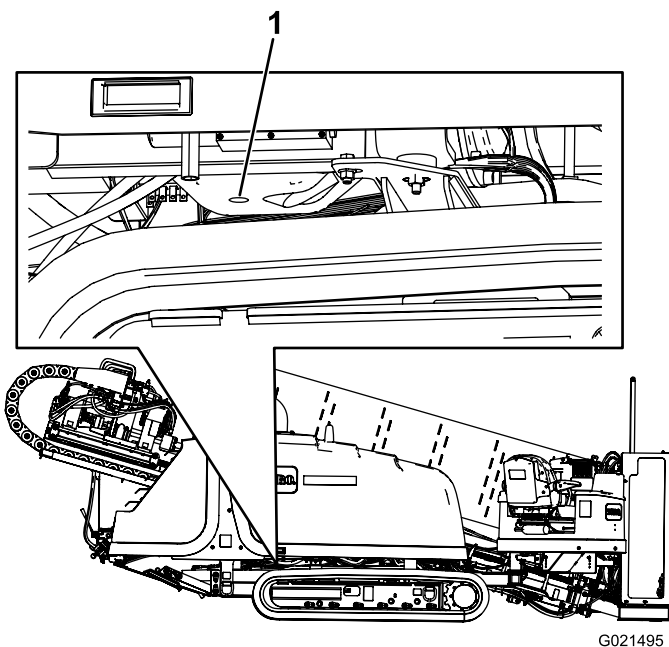

Figura 87
2. Retire o bujão de drenagem (Figura 87).
7. Instale o bujão de drenagem em seu orifício (Figura 87).